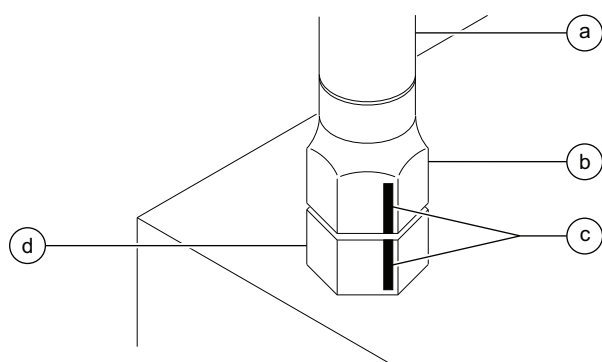

Figura 1
- 2 Com um marcador de tinta indelével, faça uma marca de referência em uma das faces da porca sextavada e continue essa marca até a conexão sextavada. Veja a Figura 1.